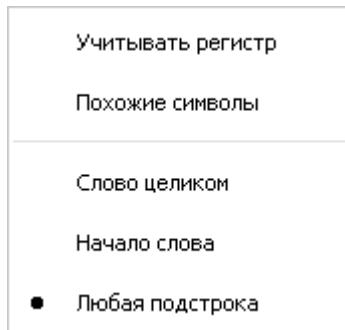

Рис. 71
4. Прежде чем вводить параметры поиска, сделайте настройки. Для этого нажмите на кнопку **Настройки поиска**  , укажите пункт **Поиск в каталогах** и выберите параметры для поиска (Рис. 71).